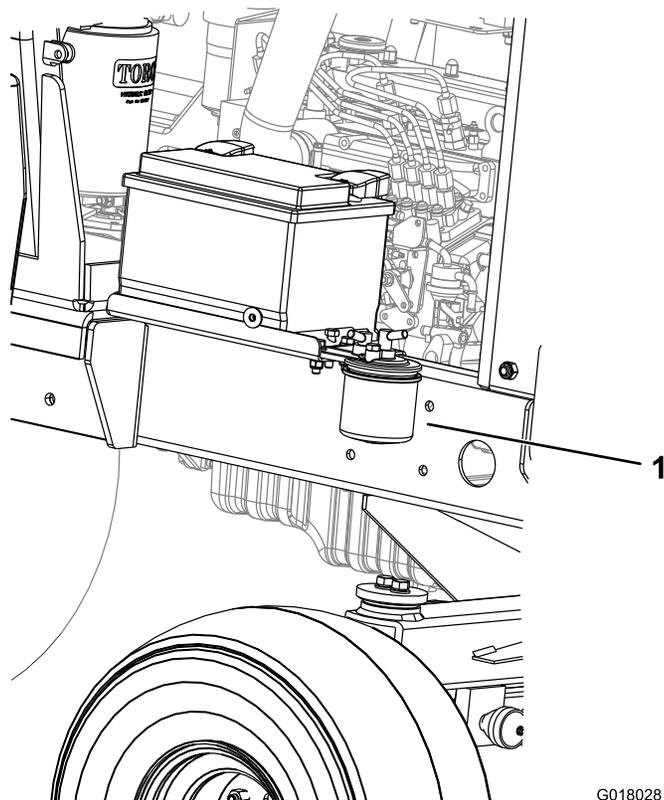

図 38
1. 燃料フィルタのキャニスタの下に汚れのない容器をおく（図 38）。